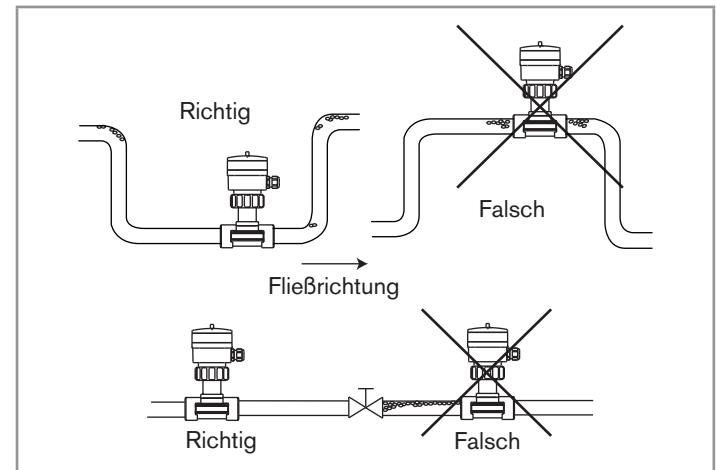

Bild 6: Luftblasen in der Rohrleitung
- Die Bildung von Luftblasen in der Rohrleitung am Produkt vermeiden (Bild 6).